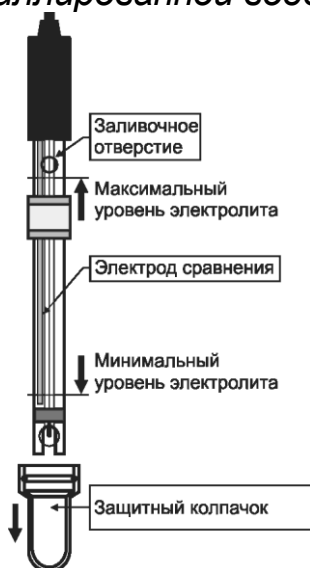
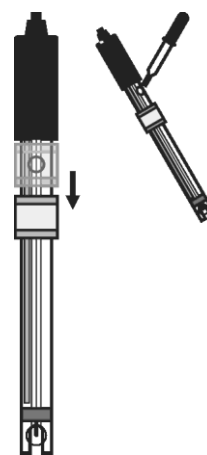

Рис. 1
Рис. 2
**4.3** Проверить уровень электролита в электроде, он должен находиться в пределах, показанных на рис. 1. При необходимости в электрод следует долить раствор  $KCl$  с концентрацией 3 моль/дм3. Для этого нужно сдвинуть вниз защитный пояс, закрывающий заливочное отверстие и заполнить электрод электролитом до уровня заливочного отверстия (рис. 2).
**5.3** Уровень электролита в электроде должен поддерживаться в пределах показанных на рис. 1. При необходимости электролит следует доливать в электрод через заливочное отверстие.